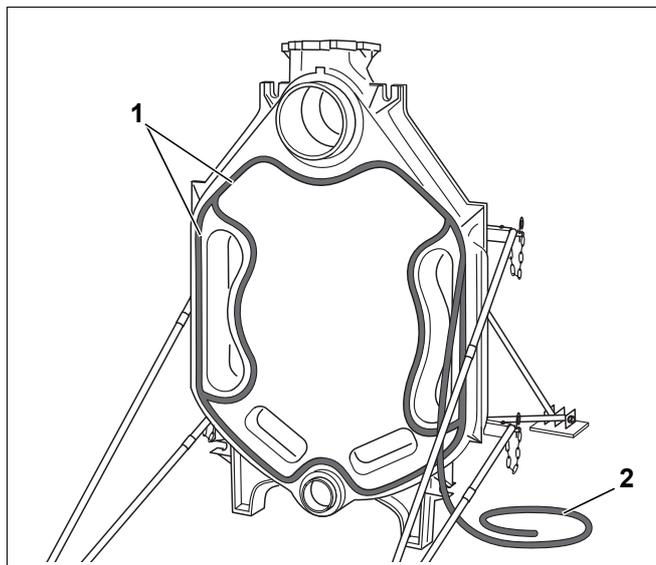

Bild 16 Dichtschnur (KM-Schnur) einsetzen
- ▶ Elastische Dichtschnur (KM-Schnur: Bild 16, **Pos. 2**) auf der Vorderseite des Hintergliedes, im oberen Nabenbereich beginnend, in die Dichtnuten (Bild 16, **Pos. 1**) einlegen und leicht andrücken. Die Dichtschnur an den Stößen 2 cm überlappen und gut aneinander drücken.